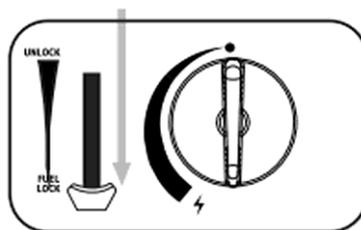

Fig. 8
4. Ensuite, régler le levier de blocage de la cartouche (20) sur la position FUEL LOCK (13). (Fig. 8)